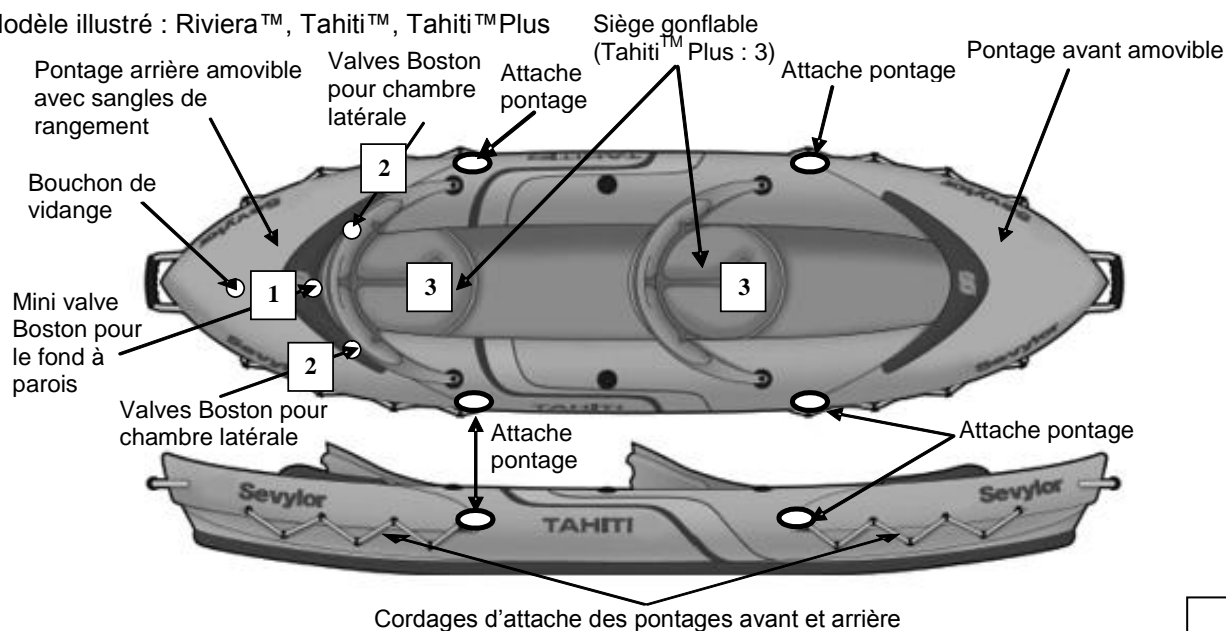

Figure 1
- a) Valve(s) Boston (figure ci-contre) : dévisser le capuchon de la valve (1), visser le corps de la valve (2) dans la base de la valve (3) ; veiller à ce que le capuchon reste accessible. Insérer l'extrémité du tuyau du gonfleur dans la valve et gonfler jusqu'à atteindre le niveau de pression recommandé (voir point 3). Après gonflage, fermer bien toutes les valves avec leur capuchon (dans le sens des aiguilles d'une montre). **N.B.** : une légère fuite d'air avant la fermeture des valves avec leur capuchon est normale, **seul le capuchon des valves assure l'ETANCHEITE.**
- b) Valve Double lock™ et Mini double lock™ (voir illustration en page 3): Ouvrir la valve (A). Pour commencer le gonflage, ouvrir le bouchon extérieur puis étirer la valve (B). Insérer l'embout de la pompe dans la valve étirée puis mettre en fonction la pompe (C). Pour fermer la valve : pousser à l'aide de la pompe jusqu'à ce que la valve soit enfoncée entraînant la fermeture du bouchon intérieur (D). Enlever la pompe et fermer le bouchon extérieur (E).
3. Gonfler le produit selon l'ordre de gonflage indiqué sur la plaque d'immatriculation imprimée sur le produit (voir également figure 1, la numérotation des valves).